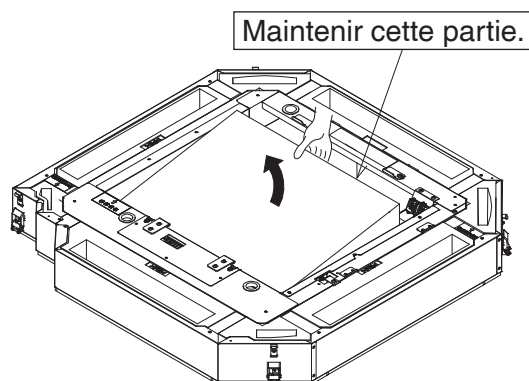

Figure 8
- (1) Retirez les rubans fixant les fils d'alimentation et de signal.
- (2) Retirez les rubans fixant les crochets (filtre) (2 emplacements).
- (3) Retirez le ruban adhésif fixant le filtre plissé (1).
- (4) Tenez le filtre plissé (1) au niveau de la partie indiquée sur la **Figure 8** et retirez-le.